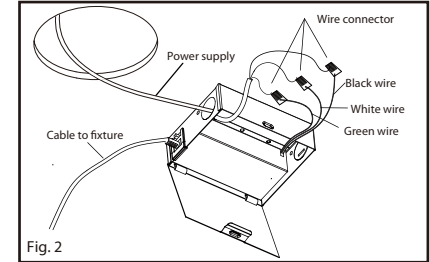

Fig. 2
3. Open the hardwire box swing cover and remove the appropriate knockout, insert the electrical supply cable through the knockout. Use the wirenuts to connect the white wire from the supply wire with the white wire of the junction box. Match the black wire from the supply wire with the black wire of the junction box. Match the copper wire from the supply wire and with the green wire of the junction box. (Fig. 2)
3. Ouvrez le couvercle pivotant de la boîte câblée et retirez le trou approprié, insérez le câble d'alimentation électrique à travers le trou. Utilisez les marettes pour jumeler le fil blanc du secteur avec le fil blanc de la boîte de jonction. Jumeler le fil noir du secteur avec le fil noir de la boîte de jonction. Jumeler le fil de cuivre du secteur avec le fil vert de la boîte de jonction. (Fig. 2)